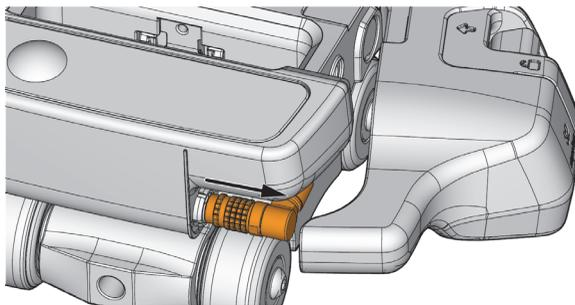

Figure 2-6 Déconnexion du câble de codeur
2. Déplacez doucement l'assemblage du codeur pour le mettre de côté et déconnectez le codeur du module ScanDeck. Consultez la Figure 2-6 à la page 52.